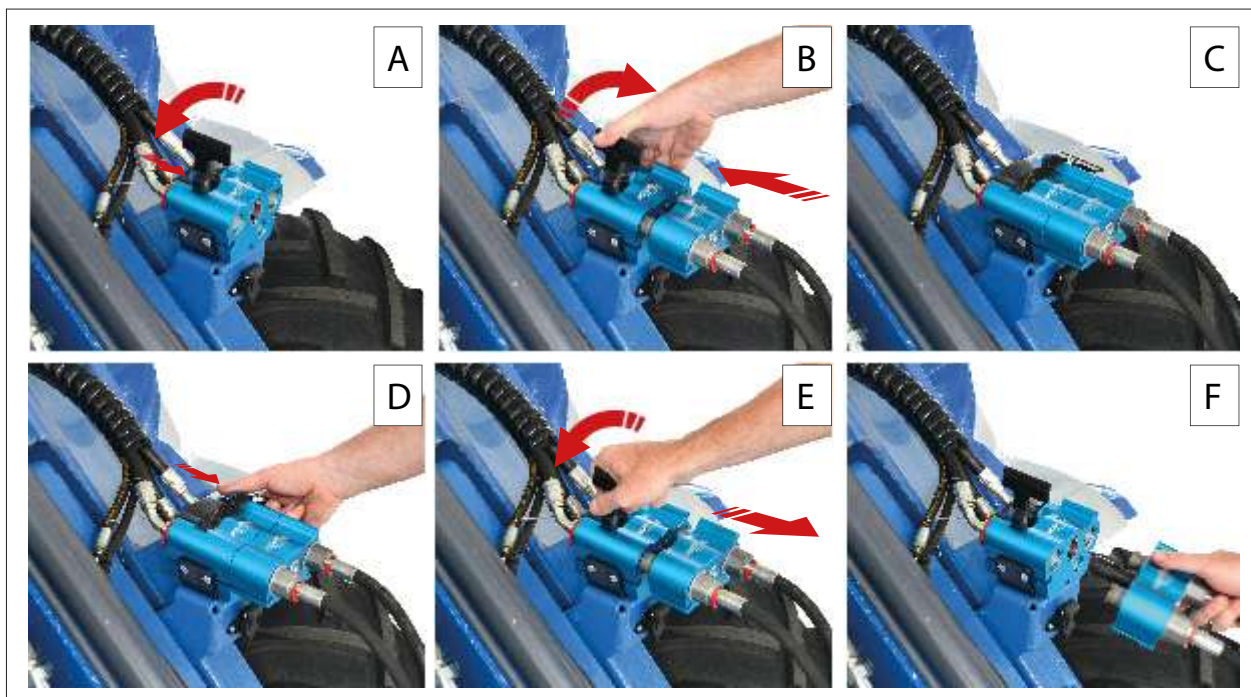

РИС. 37
Перед выполнением гидравлических соединений между машиной и навесным оборудованием (Рис. 37) необходимо сбросить остаточное давление в гидравлическом контуре машины. Для этого выполните следующее:
2) Нажмите кнопку блокировки (Рис. 36 – Сс. 2) на ручке замка и поднимите ручку замка (Рис. 36 - Сс. 3) в открытое положение (Рис. 37 – Сс. А).
4) Потяните стопорную ручку (Рис. 37 – Сс. В) вниз, зафиксировав панель адаптера в разъеме (Рис. 37 – Сс. С).
- 1) Нажмите кнопку блокировки (РИС. 31 – Сс. D) на ручке замка и поднимите ручку замка в открытое положение (РИС. 37 – Сс. E).
- 2) Отсоедините гидравлические трубки навесного оборудования от машины (РИС. 37 – Сс. F).